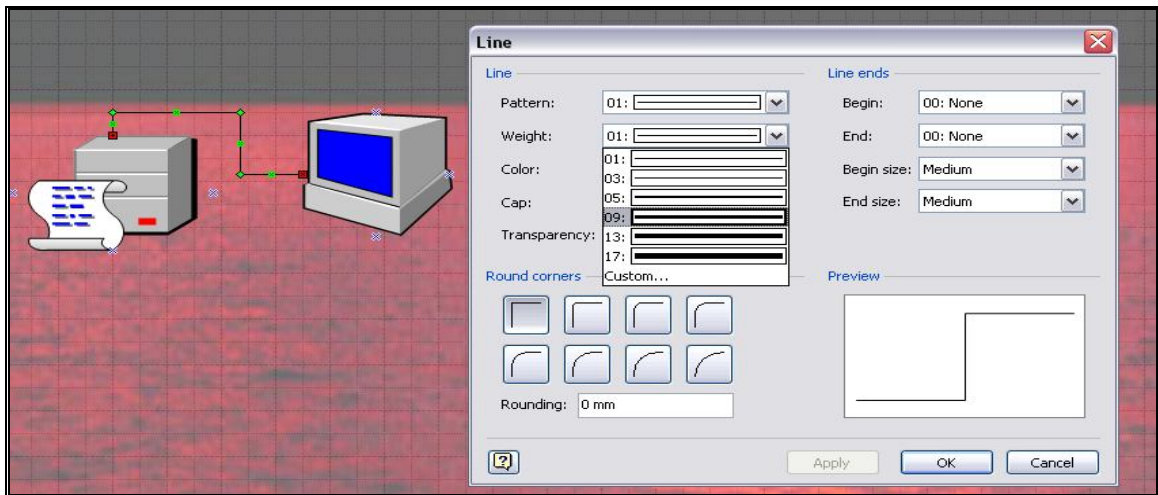

Рис. 57. Диалоговое окно **Line**
17. В диалоговом окне **Line** (рис. 57.) выбрать толщину линии (например, $weight = 09$), цвет, форму.